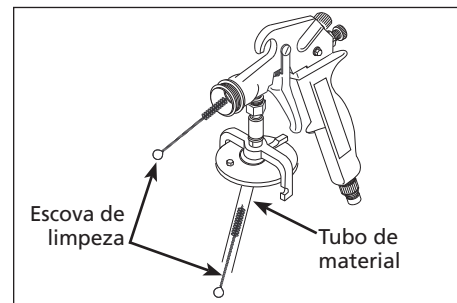

Figura 13 - Limpeza do tubo de material
4. Use a escova de limpeza (saturada com solvente) para limpar o tubo do material e o bocal (Veja a Figura 13).